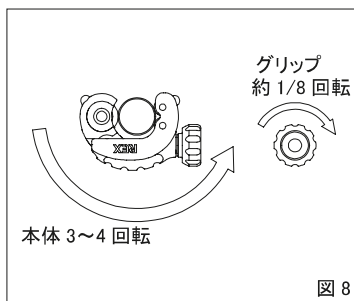

図8
- ③ グリップをゆっくり回し、(本体3～4回転につきグリップ1/8回転程度)徐々に切り込みを深くしながら、本体を矢印の方向へ回転させパイプを切断してください(図8)。